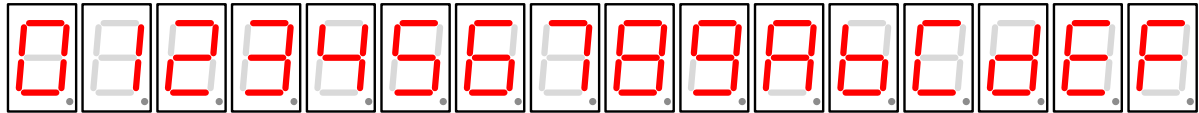

Figura 5. Representação dos dígitos de 0 a F no *display* de 7 segmentos.
6. Construa a tabela que relaciona as combinações binárias de 4 bits (dígitos 0 a F) com o respetivo código de 7 segmentos, de acordo com o circuito montado no ponto anterior e com a definição gráfica dos dígitos apresentada na Figura 5. Com os códigos de 7 segmentos de cada um dos 16 dígitos complete a declaração do *array* seguinte: